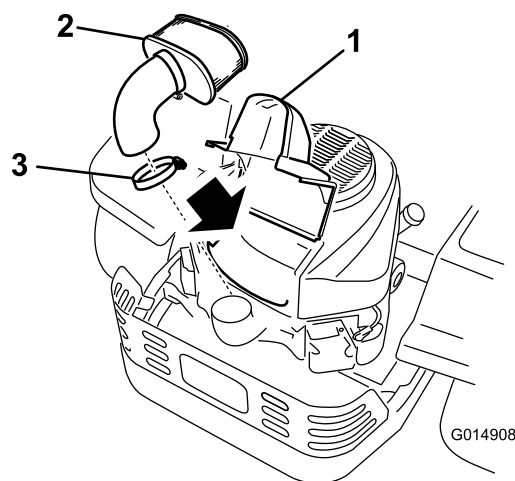

Figura 31
4. Levante la cubierta y retire la abrazadera que sujeta el conjunto del limpiador de aire al motor (Figura 31).
5. Afloje la abrazadera y retire el elemento de papel (Figura 31).